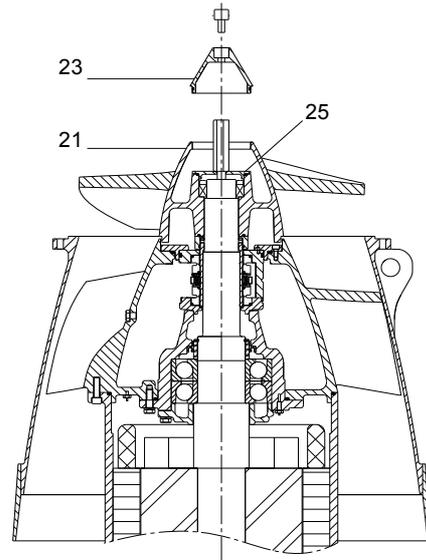

Рис. 7 Снятие ступицы рабочего колеса и ее обтекателя
7. Ослабить болт обтекателя ступицы рабочего колеса (поз. 23) и отделить его от ступицы рабочего колеса, см. рис. 7.